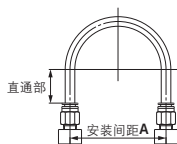

图1 推荐配管图
- ①快换管接头配管时,请在图1推荐的配管条件下,确保管子长度保有余量后配管。